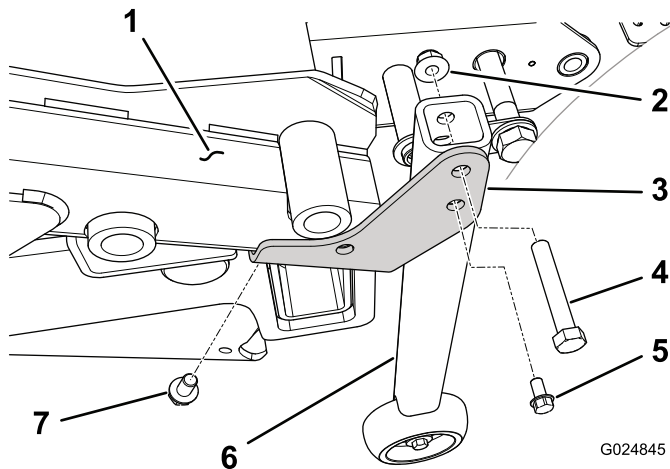

Figura 34
3. En unidades de tracción con número de serie superior a 313000001, monte un soporte de conversión (derecho o izquierdo) en la cara inferior de cada esquina trasera del bastidor de la carcasa con un tornillo autorroscante de 3/8 x 5/8 pulgada (Figura 34). El soporte debe estar orientado hacia la parte trasera del bastidor trasero.
4. Monte el tubo de soporte vertical en el soporte de conversión (derecho o izquierdo) de cada esquina del bastidor de la carcasa con un tornillo de 3/8 x 2-1/4 pulgadas y una tuerca con arandela prensada de 3/8 pulgada (Figura 34).